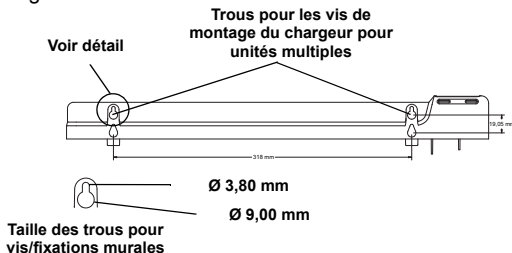

Figure 3: Caractéristiques du montage mural
2. Mesurez et marquez les emplacements où percer les trous selon les dimensions de la Figure 3.